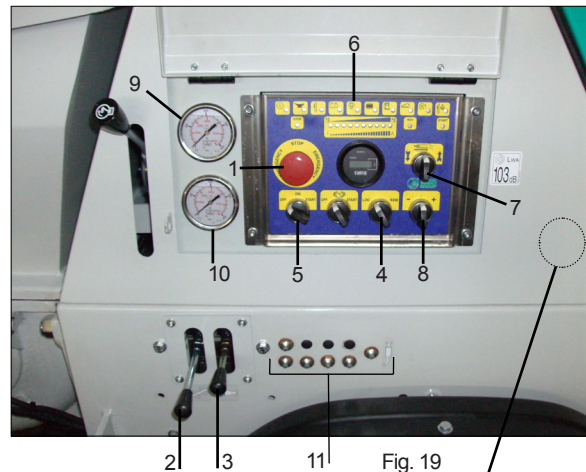
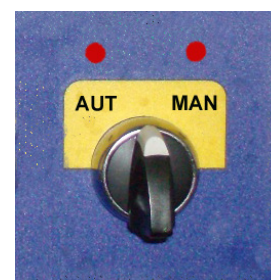
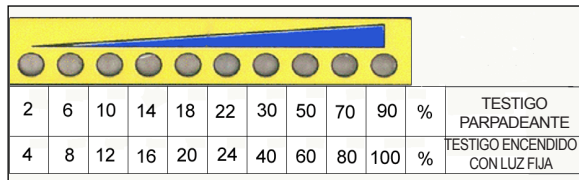
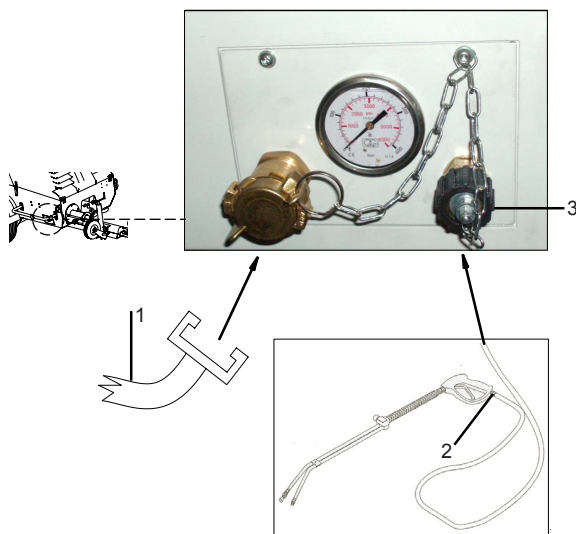

Fig. 19
Fig. 20
Fig. 21
Fig. 22
Controle que todas las palancas del distribuidor (fig. 19, ref. 2-3) estén en posición central.
Controle que el pulsador de emergencia (fig. 19, ref. 1) no esté presionado y desbloquéelo si lo está.
Controle que el selector (fig. 19, ref. 4) esté en LOC, posición que habilita los mandos locales. Gire el selector (fig. 19, ref. 5) hasta ON, espere a que el testigo de las bujías (fig. 19, ref. 6) se apague y, luego, ponga el selector en START (fig. 19, ref. 5): el motor diésel arranca.
Gire el selector (fig. 19, ref. 7) hacia la derecha (flecha arriba): la máquina comienza a bombear. Mediante el selector (+/-) de caudal (fig. 19, ref. 8), regule el caudal controlándolo en la barra de leds (fig. 21). El caudal se regula según veinte posiciones diferentes, que corresponden a porcentajes del caudal máximo (fig. 21).
En lugar de ello, puede activar la máquina mediante el mando a distancia eléctrico tras poner el selector (fig. 19, ref. 4) en REM, posición que habilita dicho mando a distancia.
Con el selector (fig. 19, ref. 4) posicionado en REM, sólo es posible gobernar la máquina mediante el mando a distancia eléctrico. Espere, según el caso, hasta que la lechada de la tolva llegue a nivel del agitador o hasta que ya no salga producto por el tubo. Entonces, pare la máquina con el mando a distancia eléctrico, llene la tolva y empiece a trabajar. Regule la cantidad de material que sale por el tubo o por la pistola con los pulsadores (+) y (-) (fig. 19, ref. 8).
La máquina puede equiparse con una bomba de acelerador de fraguado, que puede funcionar en modo manual o automático. Para habilitar el funcionamiento manual, gire el selector (fig. 20) hacia la derecha, manténgalo en dicha posición durante tres segundos y, luego, suéltelo; se enciende el led correspondiente. Si se habilita el funcionamiento manual, la bomba dosificadora funciona a la máxima velocidad.
Para habilitar el funcionamiento automático, gire el selector (fig. 20) hacia la izquierda, manténgalo en dicha posición durante tres segundos y, luego, suéltelo; se enciende el led correspondiente y la barra de leds (fig. 21) del panel de mandos empieza a parpadear indicando la escala que se había configurado precedentemente. Para aumentar o disminuir el porcentaje de acelerador de fraguado, utilice el selector (fig. 20) moviéndolo respectivamente hacia la derecha o hacia la izquierda. Si el selector no se acciona durante algunos segundos, la barra de leds (fig. 21) deja de parpadear y el porcentaje elegido queda configurado. La velocidad de la bomba de acelerador de fraguado depende del caudal de los pistones y del porcentaje programado en la escala. Para desactivar el funcionamiento manual o el automático, gire durante algunos segundos el selector hacia la correspondiente posición y, luego, suéltelo. El porcentaje de acelerador de fraguado que se ha de utilizar varía entre el 1 y el 5% del peso del cemento. El manómetro (fig. 19, ref. 9) indica la presión del circuito oleodinámico de accionamiento de la válvula en "S"; en caso de atascos, marca 160 bar. Intente accionar el mezclador con la palanca de la izquierda (fig. 19, ref. 2): con la palanca arriba, el mezclador gira correctamente; con la palanca abajo, lo hace en sentido contrario. El manómetro (fig. 19, ref. 10) indica la presión del circuito oleodinámico de accionamiento del mezclador; en caso de bloqueo, marca 140 bar. La palanca del lado derecho del distribuidor (fig. 19, ref. 3), más corta, sirve para accionar la hidrolimpiadora con accionamiento oleodinámico: debe encontrarse en posición central cuando los tubos del agua de la hidrolimpiadora no están conectados a la red hídrica. En caso contrario, la hidrolimpiadora sufrirá daños irreparables en poco tiempo.
En caso de emergencia, presione el pulsador rojo (fig. 19, ref. 1) para detener la máquina. La BOSTER 15 también posee un mando acelerador para regular el número de revoluciones del motor diésel entre 2400 y 2700 rpm.
Una pausa prolongada puede hacer que se obstruyan los tubos de salida del material: en este caso, no sale material por el tubo y el manómetro (fig. 19, ref. 9) indica una presión superior a la normal de trabajo.
Si esto sucede, mueva el selector hasta la posición con la flecha abajo (fig. 19, ref. 7) (posición contraria a la normal de trabajo) para invertir el sincronismo entre la válvula en "S" y utilizar la bomba de aspiración para despresurizar los tubos. Apenas note que el tubo está blando al aplastarlo y el manómetro marca 0 bar, pare la máquina.
⚠ **De ser necesario, desconecte la pistola Spritz Beton o abra los racores de los tubos, tras comprobar que no exista presión residual en su interior. El manómetro (fig. 19, ref. 9) tiene que marcar 0 bar y los tubos tienen que estar blandos, salvo en el punto donde está la obstrucción. El operario que efectúa esta operación debe saber perfectamente cómo actuar.**
Tras bombear la última mezcla, pare el agitador (pág. 2, ref. 8), el grupo bomba (pág. 2, ref. 1) y el electrovibrador de la rejilla (pág. 2, ref. 12) presionando el correspondiente pulsador y, si la máquina posee la bomba de acelerador de fraguado, párela con el correspondiente selector (fig. 20).
Abra la tapa (fig. 3, ref. 1) de vaciado del depósito, haga salir el material residual y, luego, limpie el depósito con un chorro de agua. Active los pistones en modo aspiración girando el selector (fig. 19, ref. 1) hacia la izquierda y dirija el agua hacia el conducto de salida (pág. 2, ref. 9) de la válvula en "S". Siga hasta que el agua del depósito salga limpia.
Si utiliza la hidrolimpiadora, tras conectar los tubos de aspiración (fig. 22, ref. 1) a una red hídrica con caudal adecuado (al menos 25 l/min) - **no aspire agua de un bidón** - y los tubos de salida a la pistola suministrada de serie (fig. 22, ref. 2) y a la conexión de la máquina (fig. 22, ref. 3), actívela mediante la palanca más corta, a la izquierda del distribuidor (fig. 19, ref. 3), y empiece el lavado. **Tenga cuidado de no mover involuntariamente la palanca de accionamiento de la hidrolimpiadora durante el trabajo: si funciona en seco, se daña irreparablemente en poco tiempo. No dirija nunca el chorro de agua hacia una persona. Tampoco lo dirija hacia el cuadro eléctrico ni hacia otras partes delicadas de la máquina. No utilice la hidrolimpiadora para lavar el interior de la bomba.**
⚠ Antes de desconectar los tubos de salida de material, controle que la palanca de seguridad esté abierta, que el manómetro (fig. 19, ref. 9) marque "cero" bar y que no haya presión residual en los tubos.
Si el bombeo se realiza en vertical, es posible introducir la esponja por el extremo del tubo final y activar la aspiración girando el selector (fig. 19, ref. 7) hacia la derecha. El cemento se envía al depósito.
Terminado el trabajo, con la máquina en marcha, engrase diariamente con los correspondientes engrasadores (fig. 19, ref. 11) los puntos deseados. Para este fin, junto con la máquina se entrega una bomba de grasa.